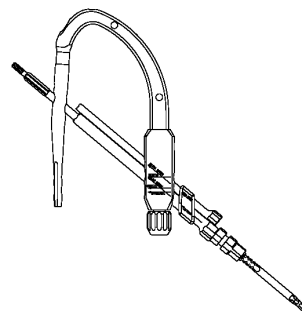

図 2
- 2) ターゲットデバイスにラグスクリュー用スリーブを装着し、ステップリーマーを通し、ネイルのラグスクリューホールに干渉しないで通過することをチェックします。(図 2)